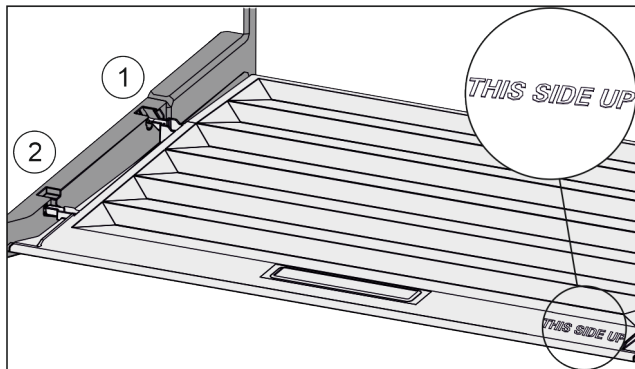

Fig. 86
- ▶ Вставить поперечные ребра крышки через отверстие заднего держателя Fig. 86 (1) и защелкнуть спереди в держателе Fig. 86 (2).